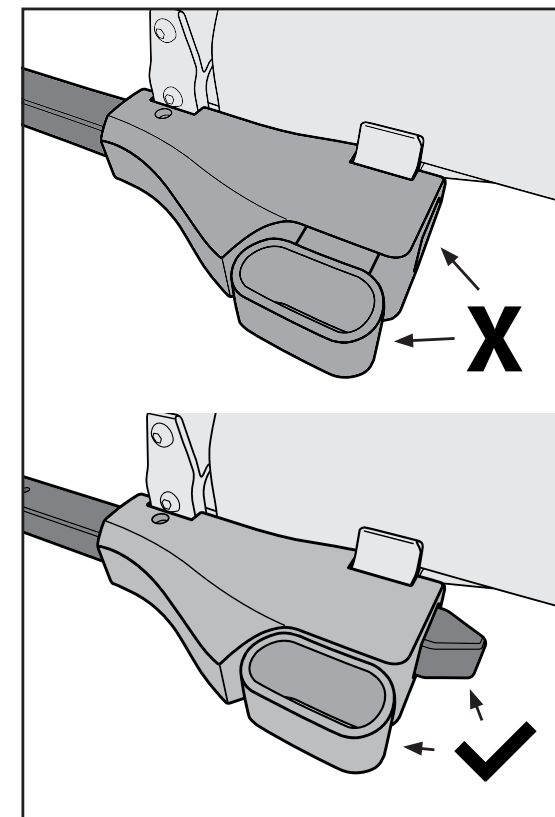

Abbildung 12
- Beim Einführen der Zugstange sollte zu sehen sein, wie der Auslösegriff nach außen geschoben wird und dann in seine ursprüngliche Position zurückkehrt. Die Zugstange ist nicht gesichert, bis der Auslösegriff in seine ursprüngliche Position zurückgekehrt ist (Abbildung 12).